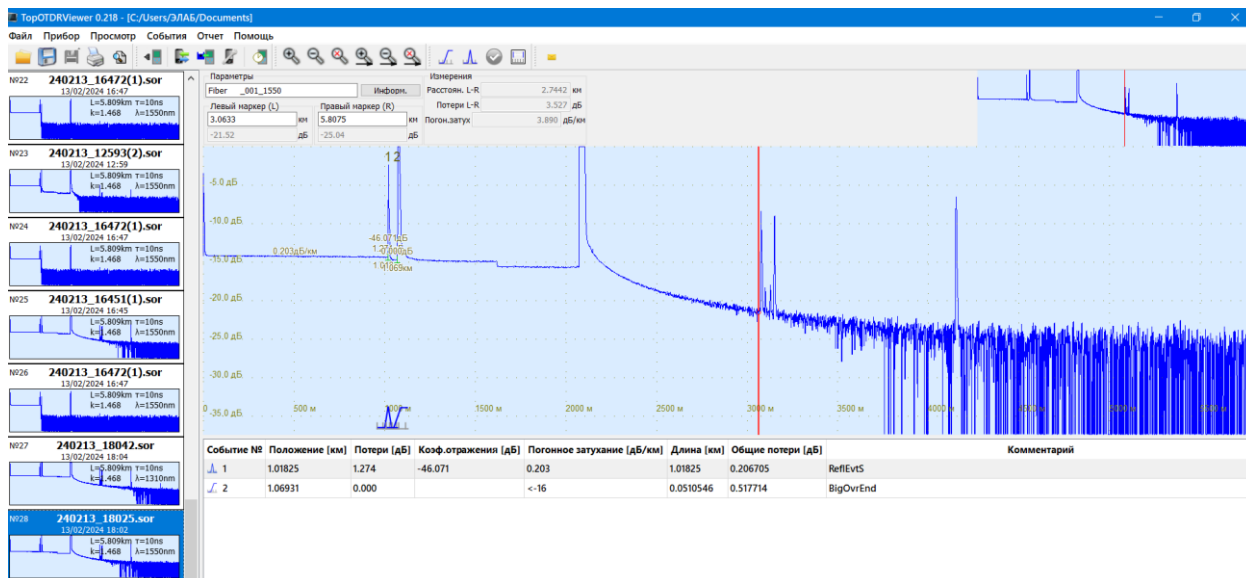

Рис. 1.5. Интерфейс программы для работы с рефлектограммами
- 6.5 Загрузите рефлектограммы на компьютер. Для этого выберите пункт меню Прибор->Загрузка рефлектограмм. На экране монитора должны отобразиться измеренные ранее рефлектограммы (рис. 1.5).